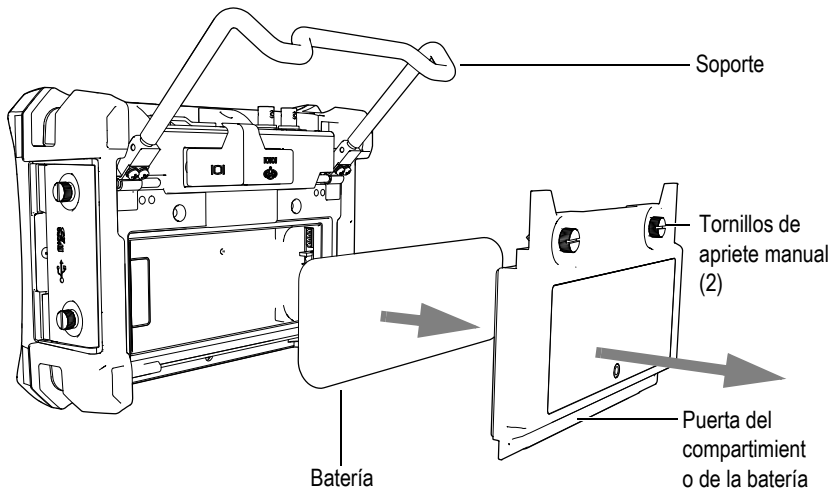

Figura 1-7 Reemplazo de la batería de iones de litio
2. En la parte posterior del equipo, desatornille los dos tornillos de apriete manual que aseguran la tapa del compartimiento de la batería (véase la Figura 1-7 en la página 29).
3. Retire la tapa del compartimiento de la batería (véase la Figura 1-7 en la página 29).
6. Coloque la tapa del compartimiento en su sitio y asegúrela con los dos tornillos de apriete manual para completar la instalación (véase la Figura 1-7 en la página 29).